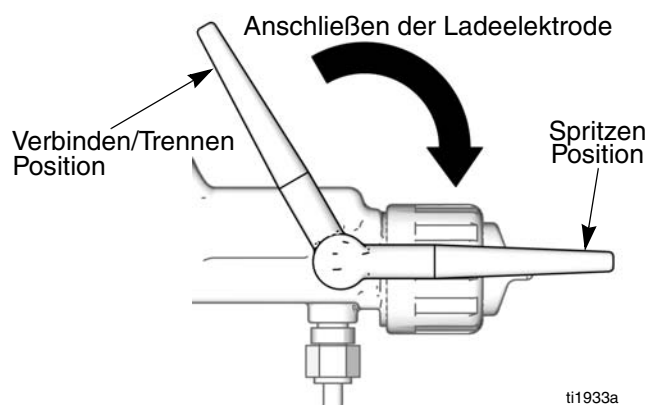

ABB. 4
2. Die Elektrode in der gezeigten Verbindungs-/ Trennposition aufdrücken ABB. 4.